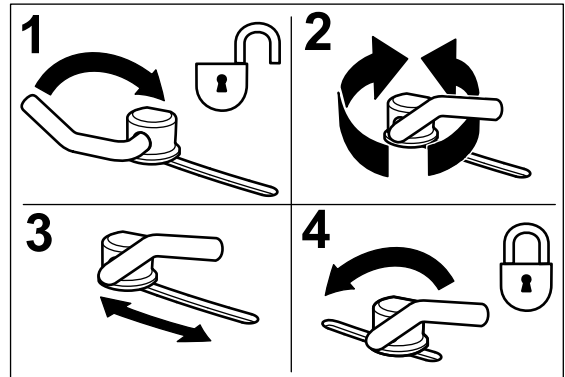

図 13
1. カム・ロックは、レバーをゆるめて調整する（図 13）。
3. 調整ができればレバーを締めてバッフルとカム・ロックを固定する。（図 13）